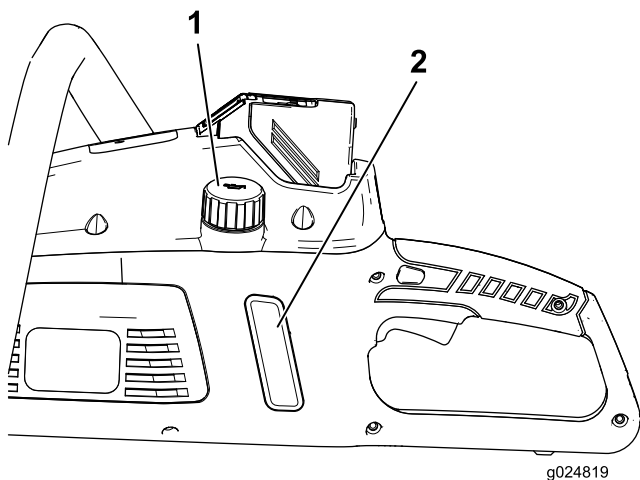

Figura 25
2. Observe el visor. Si no ve aceite en el visor, debe cargarle aceite a la motosierra (Figura 25).
3. Limpie la zona alrededor del tapón de llenado de aceite (Figura 25).
4. Retire el tapón y vierta el aceite en la motosierra hasta que el aceite llene el visor (Figura 25).